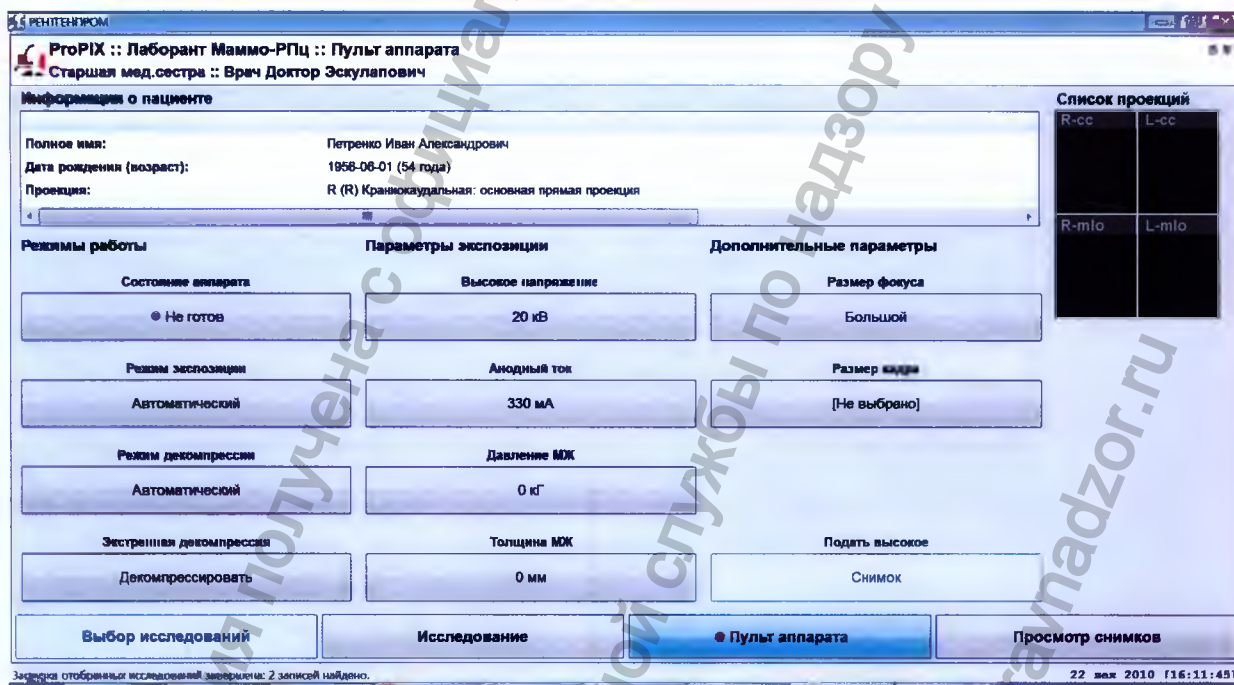

Рисунок 12 – Пульт управления «Лаборант Маммо-РПц»
4.1.5.1 Моторизованное усилие сжатия молочной железы регулируется ножными педалями (рис.7), которые расположены на полу с левой и правой сторон маммографа, компрессия вручную – ручками механического управления (рис.1.1). С пульта управления может быть задана автоматическая декомпрессия по окончании экспозиции (рис.12).
Процесс задания величины компрессии и метод декомпрессии описан в соответствующих разделах «ПМ Лаборант» РП (рис.12 и «ПМ Лаборант.РП»).
4.3 Управление маммографом осуществляется с АРМ1, выполняющего роль пульта управления маммографа (рис.12).
ПО Маммо-РПц позволяет выбрать нужную проекцию (рис.12) и занести на снимок вид проекции (R-cc и L-cc –прямая проекция правой и левой МЖ соответственно, R-mlo и L-mlo – косая боковая проекция правой и левой МЖ соответственно, R-ml и L-ml боковая проекция правой и левой МЖ соответственно).